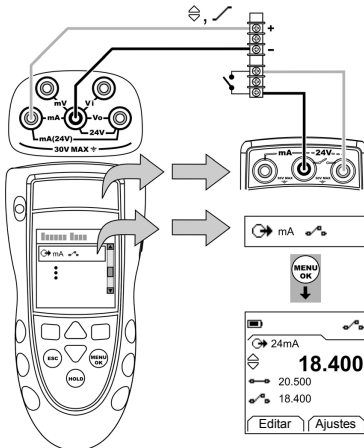

Figura 5: Ejemplo de configuración - Prueba de interruptor
1. Conecte el instrumento (Figura 5) y, si es necesario, ajuste las opciones de *Configurar* (Tabla 1).